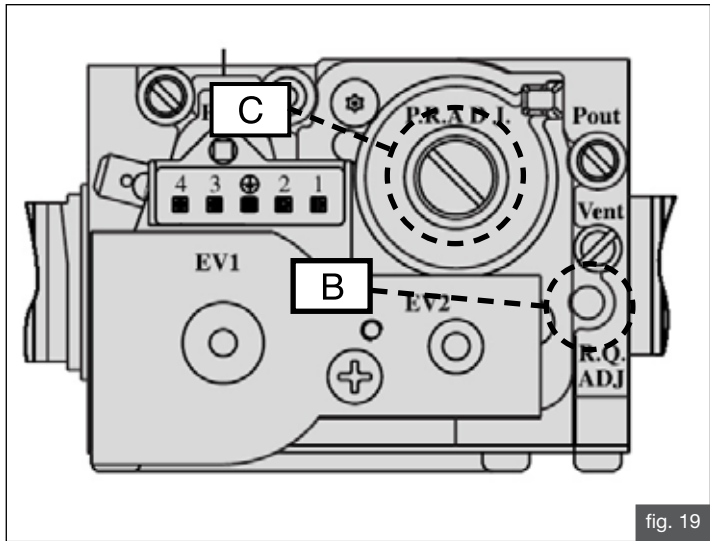

fig. 19
- Regolare il valore dell’anidride carbonica (CO₂) nei fumi ruotando il regolatore di rapporto **B** (fig. 19) e assicurarsi che rientri nei limiti della tabella 12.
- Regolare il valore dell’anidride carbonica (CO₂) nei fumi ruotando il regolatore di offset **C** (fig. 19) e assicurarsi che rientri nei limiti della tabella 12.